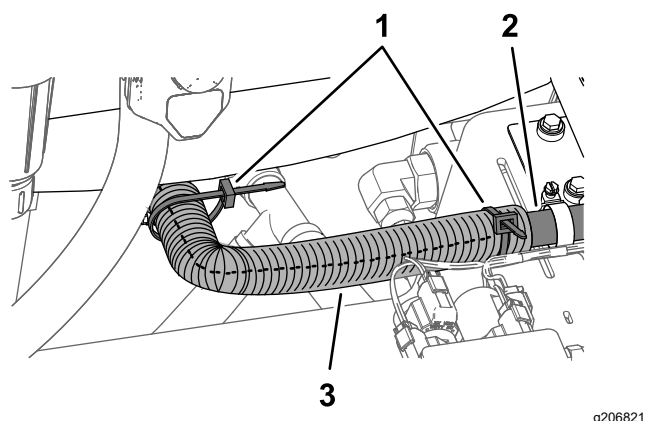

**Figure 31**
4. Avec un collier, branchez l'extrémité libre du flexible (1,9 x 180 cm) au raccord droit cannelé à la sortie de la tête du filtre (Figure 31).
5. Ajustez la position de la tête du filtre pour que la cuvette du filtre soit verticale, et serrez les 2 colliers à la main (Figure 30 et Figure 31).